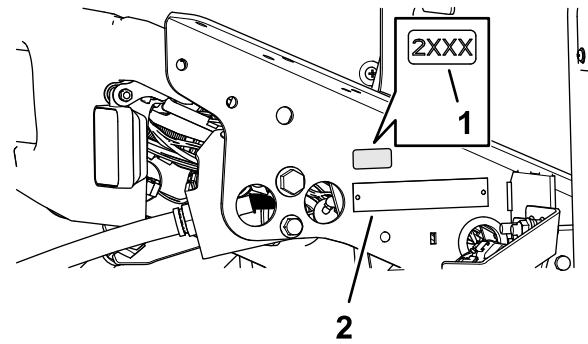

Bild 36
1. Verwenden Sie Reinigungsalkohol und einen sauberen Lappen, um den Bereich der Bodenplattenhalterung zu reinigen, und lassen Sie Halterung trocknen (Bild 36).